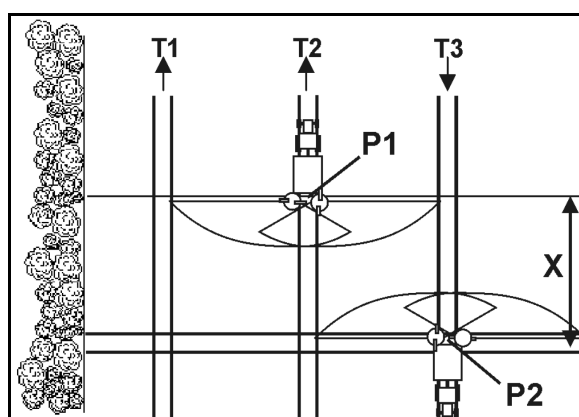

Рис. 87
- Откройте запорную заслонку при въезде на технологическую колею в точке Р1 (Рис. 87), если распределяющий диск при прохождении участка Х технологической колеи разворотной полосы был удалён.
- Закройте заслонку перед выездом с технологической колеи в точке Р2 (Рис. 87), если распределяющие диски находятся на уровне первой технологической колеи разворотной полосы.